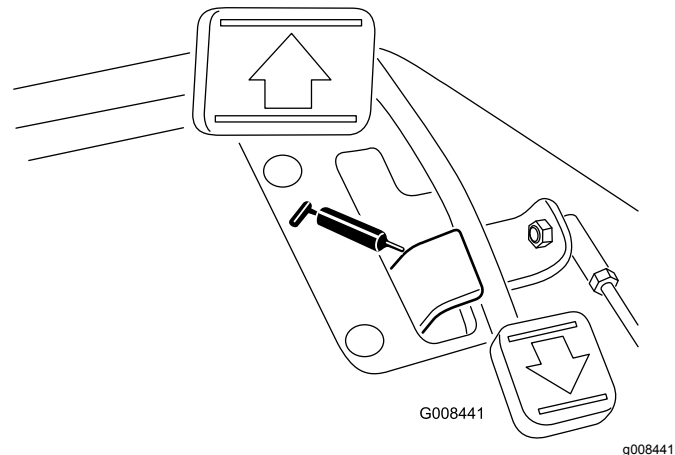

Figura 30
- Pivote del pedal de tracción (1) (Figura 30)